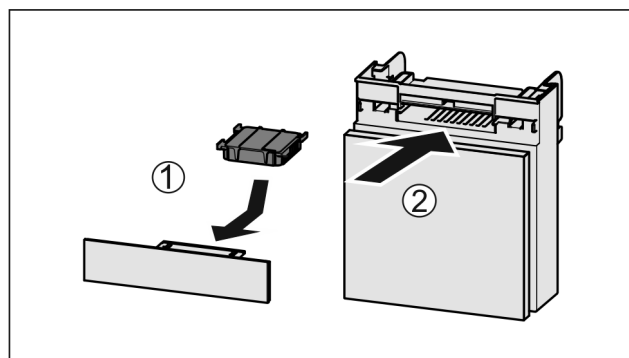

Fig. 132
- Поставете Fig. 132 (1) филтъра с активен въглен, както е показано на фигурата.
- Вкарайте Fig. 132 (2) отделениято.